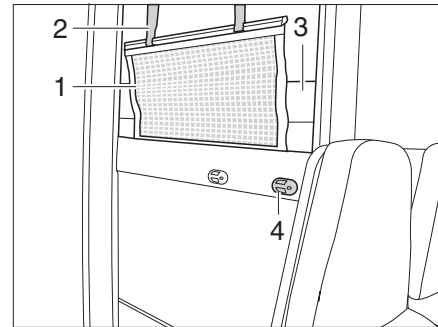

Fig. 115 Litera (lado)
- Tomar el colchón (Fig. 115,3) de la cama superior y colocarlo en la cama inferior.
- Enganchar la escalera de ascenso con los largueros en el soporte (Fig. 115,4) en el panel.
La red de seguridad (Fig. 115,1) viene de serie entre el colchón y el somier. Tender la red de seguridad cuando las personas ya se encuentren en la cama.
- Engatillar las cintas de sujeción (Fig. 115,2) en los soportes en el techo.